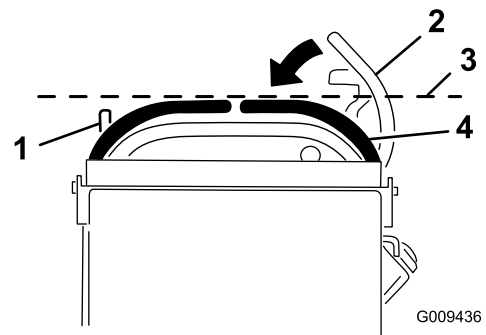

図 67
3. 左右の走行コントロールレバーを、ニュートラルロック位置にセットする 図 67。
4. 右側走行コントロールレバーと左側走行コントロールレバーの水平整列状態を見る 図 67。